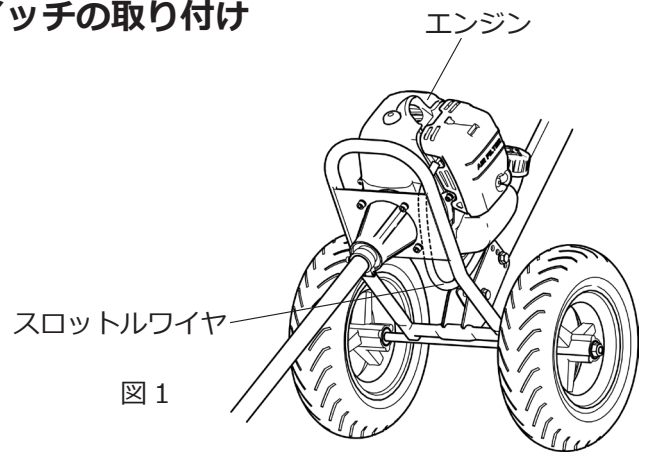

図 1
(5) トリガースロットルレバーとストップスイッチの取り付け
- ① 付属の六角棒スパナ (3mm) とバンド 3 本を用意してください。
- ② トリガースロットルレバーとスイッチをハンドルに固定するため、スロットルワイヤをエンジン下部に通してください。(図 1)